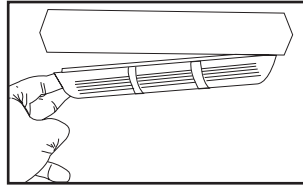

fig. 3
### Reemplazo de la Lámpara de Luz (fig. 3)
2. Retire la pantalla de plástico dentro del freezer presionando suavemente del lado izquierdo (ver fig 3)